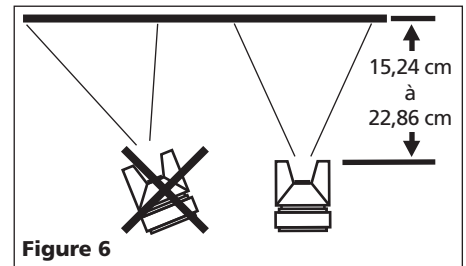

Figure 6
1. Commencer à pulvériser. Toujours tenir le pistolet à angle droit par rapport à la surface et déplacer le poignet pour faire le travail (Voir Figure 6).